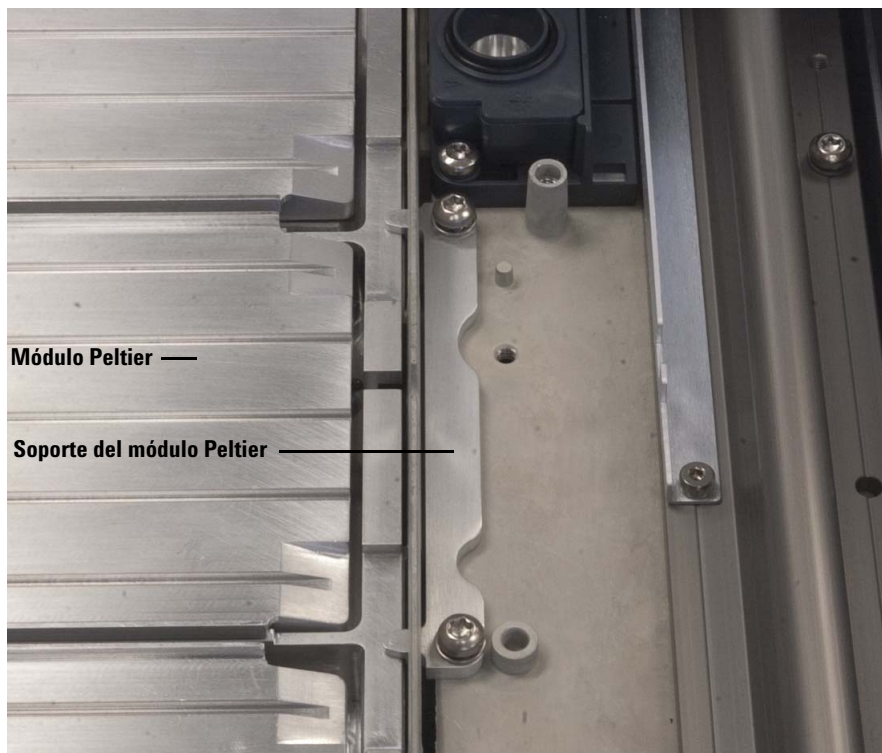

Figura 50 Sujeción del módulo Peltier y de su soporte
- 30** Con los tornillos T-20 Torx proporcionados, instale los dos tornillos a fin de sujetar el soporte del módulo Peltier de modo que se fije en la bandeja de muestras (Figura 50).